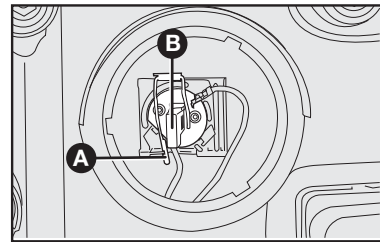

fig. 35
- 2) soltar el conector **B-fig. 35**;
3) apretar hacia abajo el elemento de fijación **A-fig. 35**, abriéndolo lateralmente;
5) posicionar la nueva lámpara en su alojamiento, reenganchar el elemento de fijación **A-fig. 35** y recolocar el conector **B-fig. 35**;